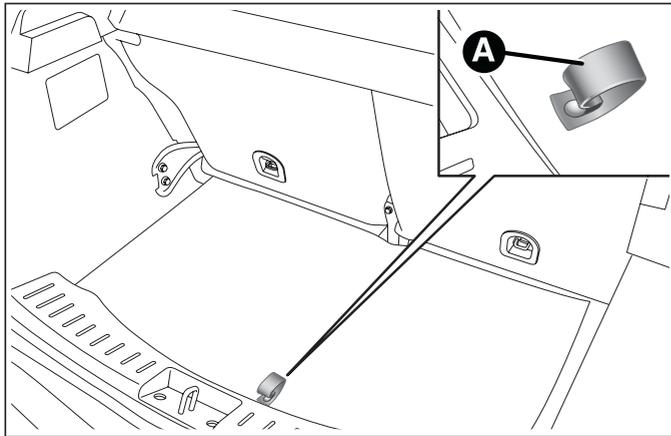

fig. 111
- ouvrir le coffre à bagages, tirer la languette A fig. 111 et soulever vers le haut le tapis de revêtement ;